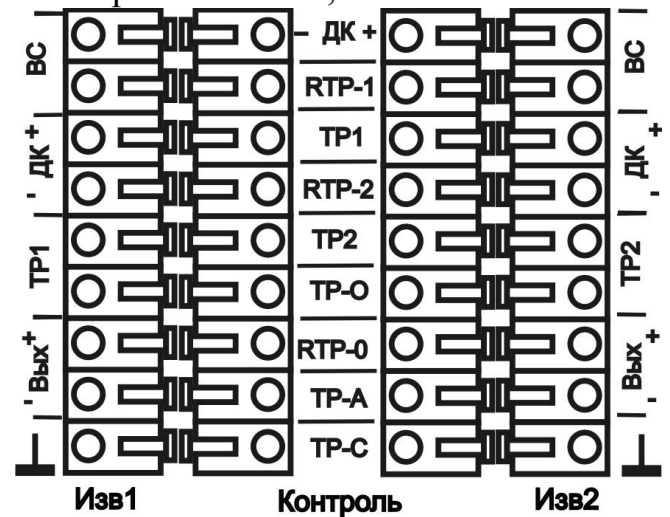
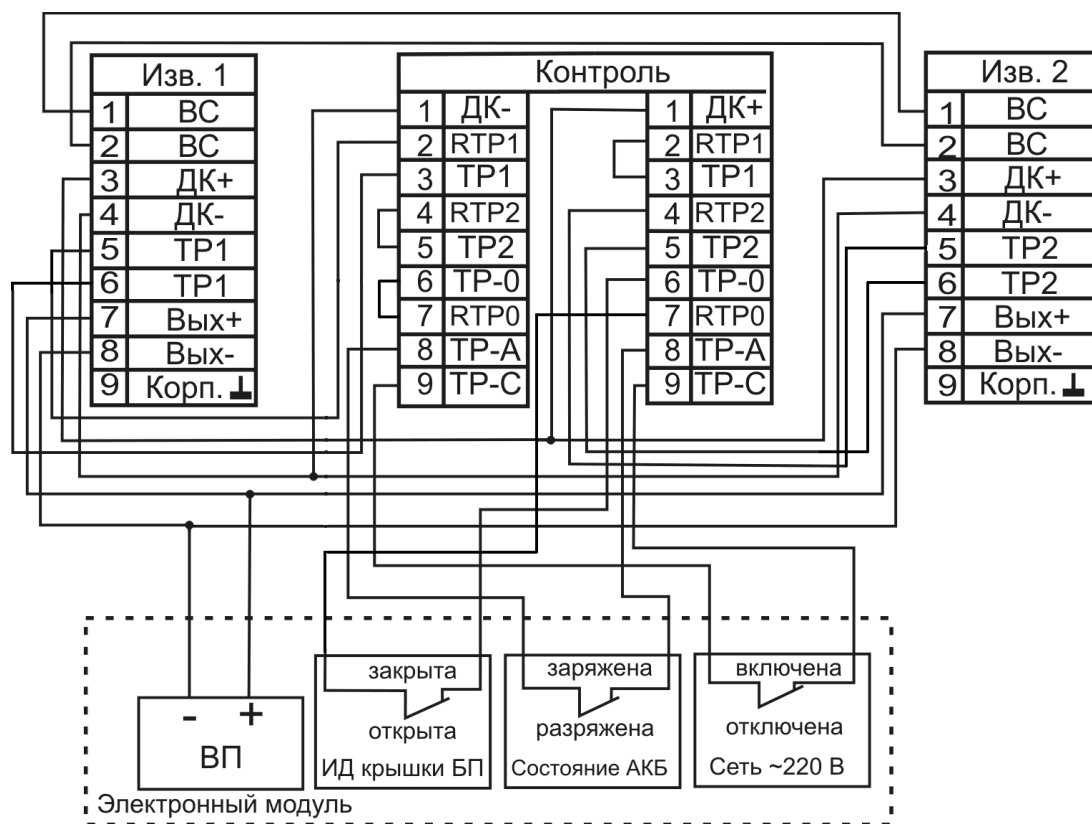

Рис. 4.3
Рис. 4.4
4.22 При пропадании или выключении сетевого напряжения гаснет индикатор «сеть» и размыкаются «сухие» контакты соответствующего реле «ТР-С» (Рис. 4.4).
5.6 Пропустить кабели связи с блоками приемными (БПРМ) (смежных извещателей) внутрь БПП через соответствующие вводы, закрепить их с помощью гаек ввода и подключить проводники к группам зажимов «Изв. 1» и «Изв. 2» в соответствии с назначением (см. рис.4.3), функциональная схема БП приведена на рис. 4.4.